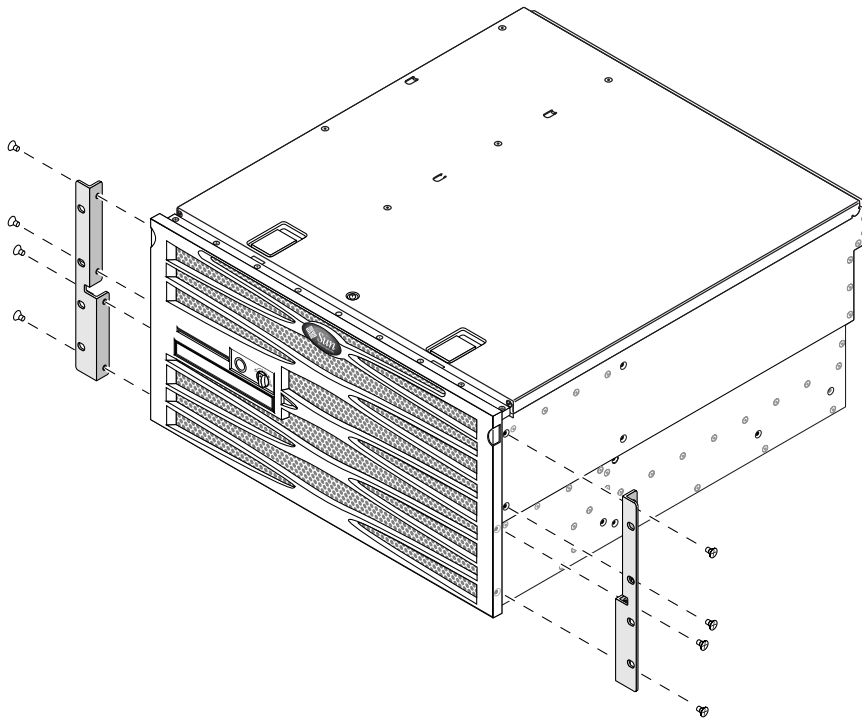

BILD 3-2 Skruva fast monteringskenorna på servern
2. Använd åtta av de medföljande M5 × 8 mm flata stjärnskruvarna (fyra skruvar för varje monteringskena) och skruva fast de främre fasta monteringskenorna på serverns sidor (BILD 3-2).